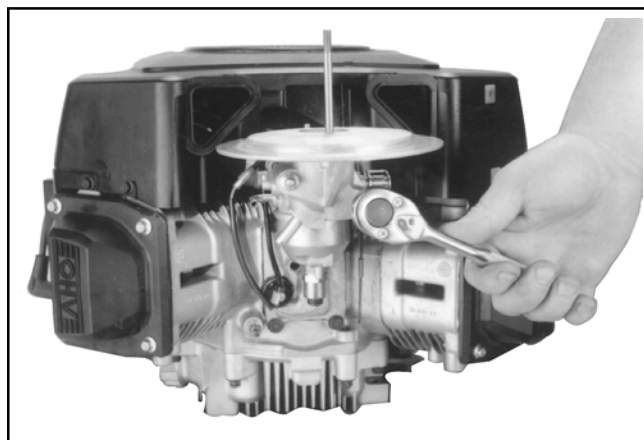

Figura 9-17. Rimozione dei dadi del carburatore (base Commercial Mower in figura).
2. Rimuovere i due dadi di montaggio del carburatore (filtro dell'aria di tipo Commercial Mower). Vedere Figura 9-17.